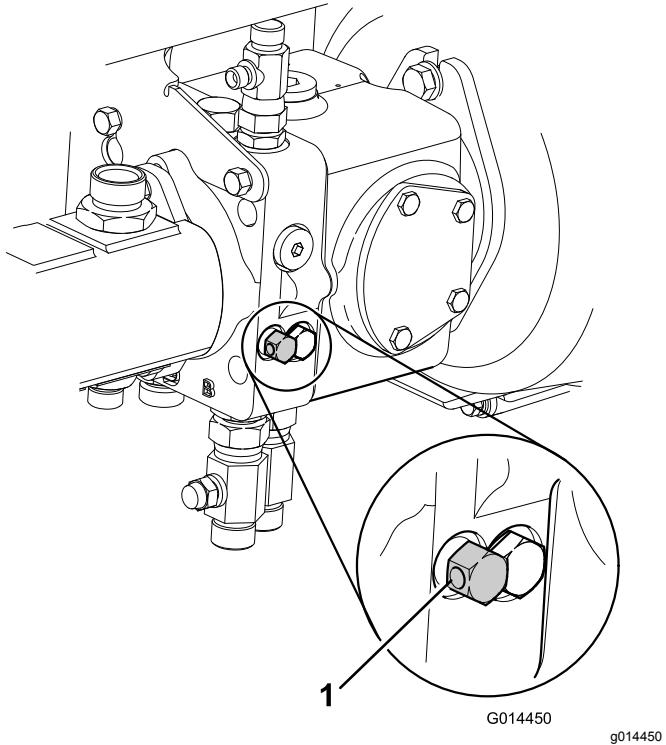

Bild 37
- Nehmen Sie die hydraulische Betriebsbremse außer Betrieb, indem Sie das Sicherheitsventil, das unter der Getriebepumpe sitzt, um maximal drei Umdrehungen nach links drehen (**Bild 37**).